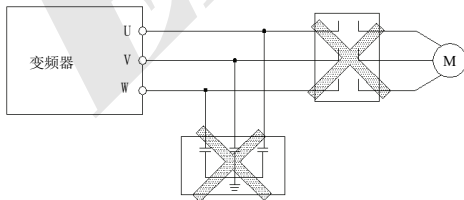

图 3-3 变频器与电机之间禁止使用接触器和吸收电容
- (1) 接线前，确保已完全切断电源 10 分钟以上，否则有触电危险。
- (2) 严禁将电源线与变频器的输出端 U、V、W 连接。
- (3) 变频器本身机内存在漏电流，中大功率变频器整机的漏电流大于 5mA，为保证安全，变频器和电机必须安全接地，接地线一般线径为 3.5mm² 以上铜线，接地电阻小于 10Ω。
- (4) 变频器出厂前已通过耐压试验，用户不可再对变频器进行耐压试验。
- (5) 变频器与电机之间不可加装电磁接触器和吸收电容或其它阻容吸收装置，如图 3-3。
- (6) 为提供输入侧过电流保护和停电维护的方便，变频器应通过中间继电器与电源相连。
- (7) 继电器输入及输出回路的接线(X1、X2、FWD、REV)，应选用 0.75mm² 以上的绞合线或屏蔽线，屏蔽层一端悬空另一端与变频器的接地端子Ⓧ相连，接线长度小于 20m。